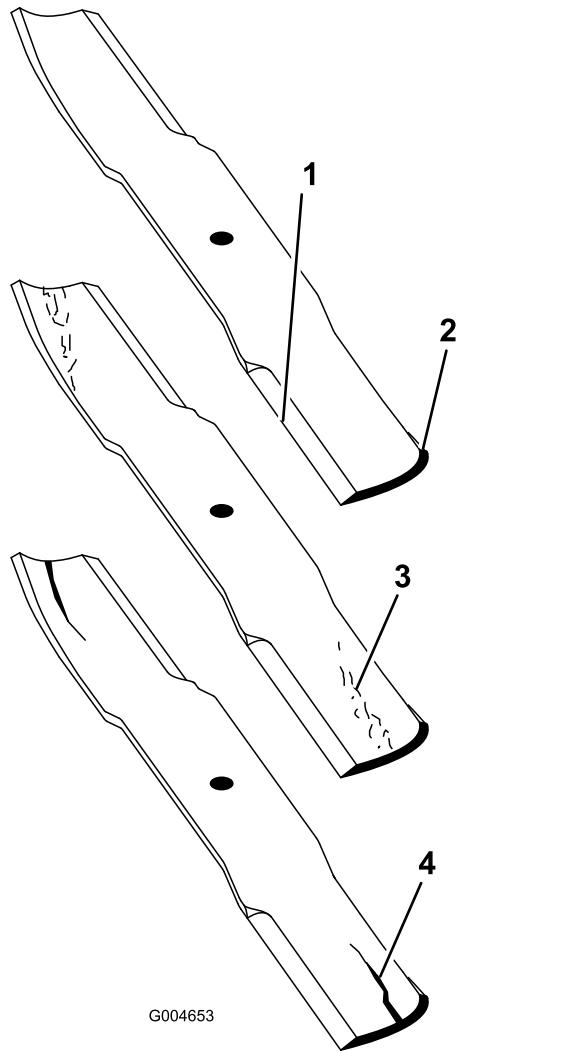

図 26
3. ブレードの切っ先を注意深く観察、特に、直線部と曲線部が交わる部分をよく観察する図 26。
**注** この、直線部と曲線部の交差域は、砂などによる磨耗が進みやすい部分なので、機械を使用する前によく点検することが必要である。磨耗が進んでいる場合 図 26 にはブレードを交換する。